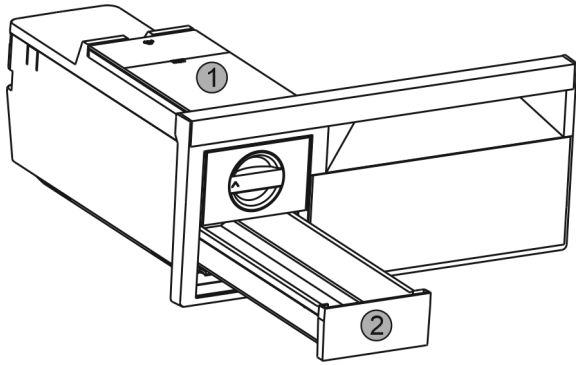

Fig. 72
- ▶ Watertank Fig. 72 (1) en ijsblokjeslade Fig. 72 (2) verwijderen.